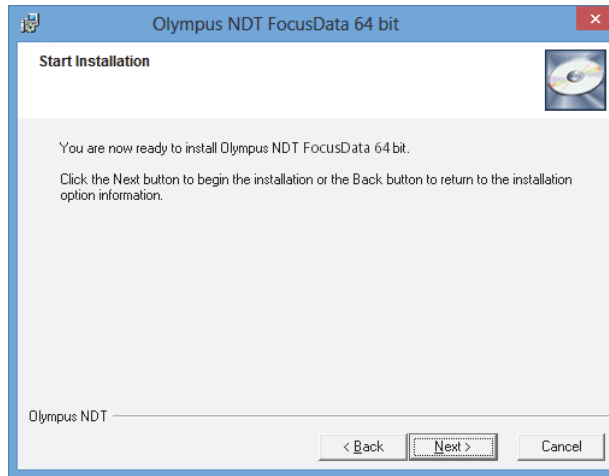

Abbildung 1-7 Seite Start Installation
6. Klicken Sie auf der Seite **Start Installation** (Installation starten) auf (siehe Abbildung 1-7 auf Seite 17).